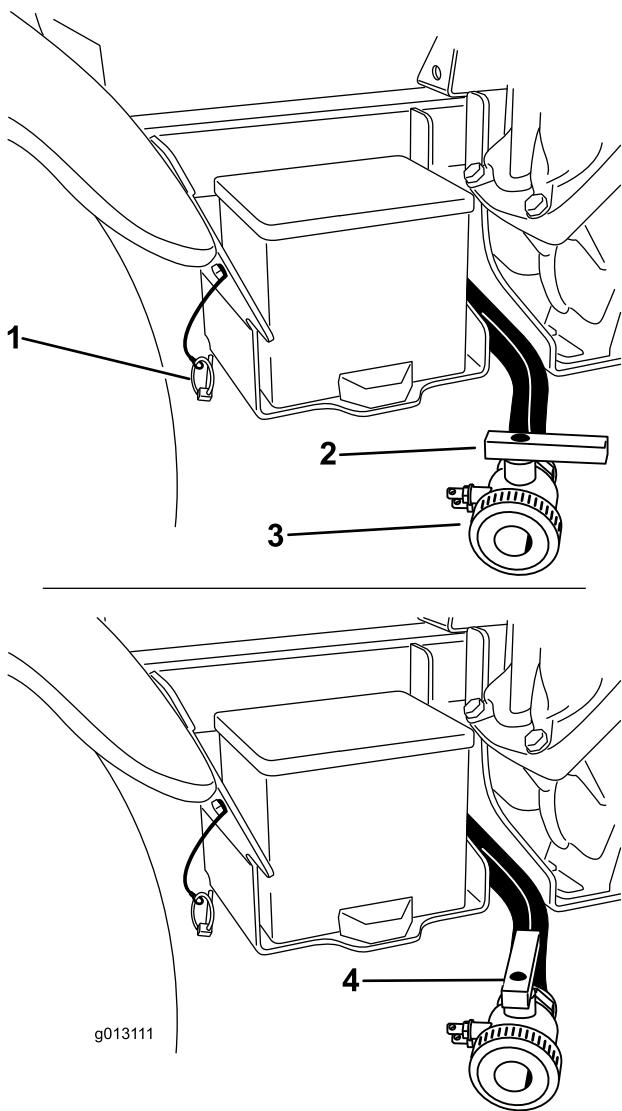

Figura 27
- Aprite la valvola per spurgare il materiale rimasto nel serbatoio, e smaltitelo nel rispetto del regolamento locale e secondo le istruzioni del produttore del materiale (Figura 27). In tal modo si scaricherà tutto il materiale rimasto nel tubo.
3. Una volta spurgato completamente il serbatoio, installate la valvola sul telaio con l'acciarino precedentemente rimosso e chiudere la valvola di spurgo (Figura 27).